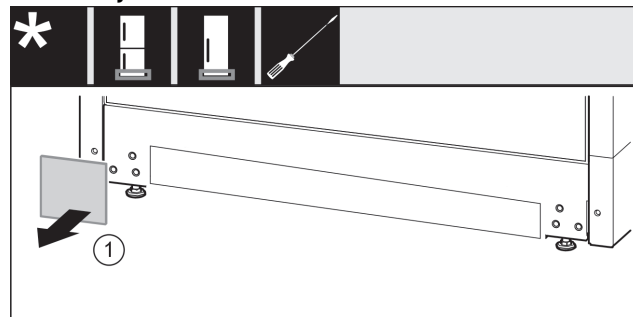

Fig. 12
- ▶ Skinite pokrov. Fig. 12 (1)